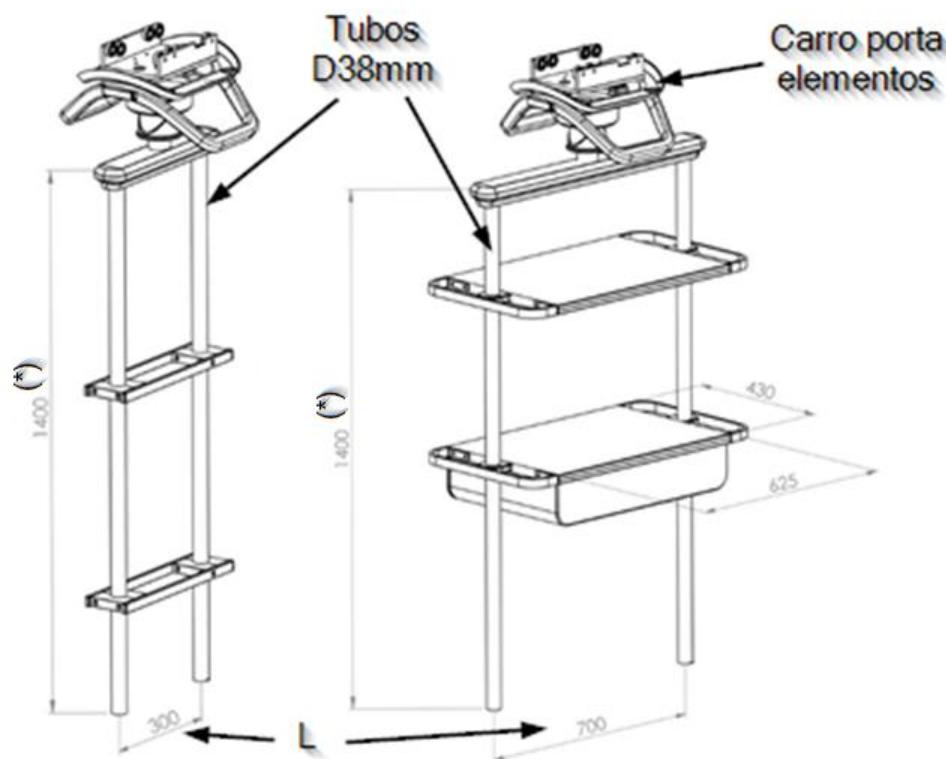

Abb. 6 Detailansicht der Wagen für ABITUS
Bewegliches Element, das sich über eine bestimmte Länge innerhalb eines ABITUS-Abschnitts mit zwei Strukturrohren mit einem Durchmesser von 38 mm bewegt, auf denen weitere Zubehörelemente befestigt werden können. Der Abstand zwischen den Rohren (L) kann 300 mm, 500 mm und 700 mm betragen. In Abbildung 6 sind die Varianten mit 300 mm und 700 mm zu sehen.
Im Beispiel in Abbildung 6 sind zwei technische Schienensätze auf den Strukturrohren (Bild links in Abbildung 6) und zwei Ablagen, eine mit Einzelschublade (Bild rechts in Abbildung 6), zu sehen. Die Elementträgerrohre haben eine Standardlänge von 1400 mm. Für Sonderlängen wenden Sie sich bitte an den Hersteller.
Bewegliches Element, das sich über eine bestimmte Länge innerhalb eines ABITUS-Abschnitts bewegt und Serviceköpfe und deren Zubehör trägt. Diese können direkt am Karussell (Bild links in Abbildung 6) oder über einen 0,6 m langen Auslegerarm (Bild rechts in Abbildung 6) befestigt werden. Der Hub dieses Karussells wird durch Anschläge definiert, um seine Bewegung zu begrenzen () und so zu